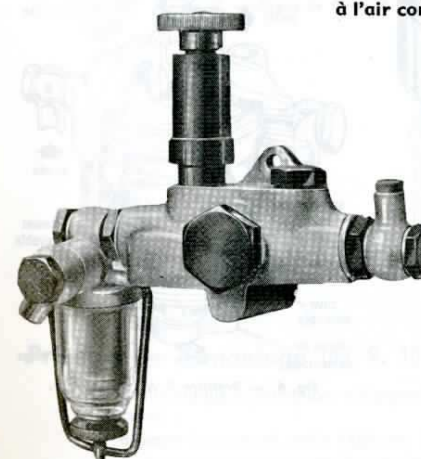

Fig. 1. — Ensemble pompe et préfiltre Bosch.
Le préfiltre est généralement situé directement sur la pompe d'alimentation (1), côté arrivée du combustible (fig. 1 et 2).
Contrôle et révision (fig. 1 et 2)